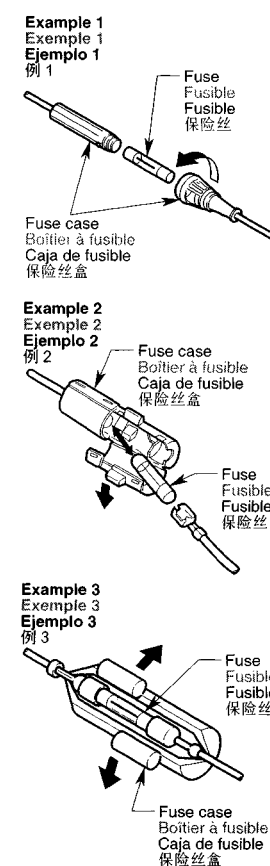

Figure 9 / Figure 9 / Figura 9 / 图 9
4. To replace the fuse, open the lock on the source unit side, remove the old fuse and insert the new one. (Figure 9) * There are various types of fuse cases. Do not let the battery side terminal touch other metal parts.
4. Pour remplacer le fusible, ouvrir le loquet sur le côté de l'appareil pilote, retirer l'ancien fusible et insérer le fusible neuf. (Figure 9) * Il existe plusieurs types de boîtiers à fusibles. Ne pas laisser la borne de batterie entrer en contact avec les autres pièces métalliques.
4. 更换保险丝时，打开音源装置侧的锁定，取出旧保险丝后装入新保险丝。(图9) * 因为有各种类型的保险丝盒，因此，切勿使电池侧的端子接触到其他金属部分。